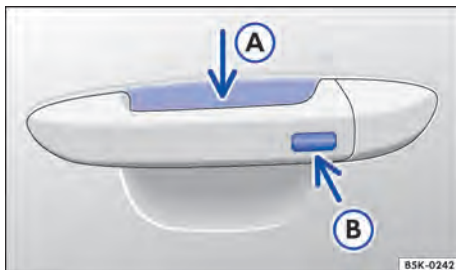

Fig. 52 Keyless Access: superfícies do sensor.
- Tocar o sensor → Fig. 52 A na parte interna da maçaneta da porta do condutor ou da porta do passageiro dianteiro.
- Tocar na superfície do sensor → Fig. 52 B na parte externa da maçaneta da porta do condutor ou da porta do passageiro dianteiro *uma vez*.
- Além disto, dentro de 5 segundos, tocar uma vez no sensor na parte externa da maçaneta da porta → Fig. 52 .
Para a **abertura de conforto** de todos os vidros elétricos empunhar a maçaneta da porta e manter pressionados, ao mesmo tempo, o sensor da parte interna da maçaneta → Fig. 52  e a superfície do sensor .
Para o **fechamento de conforto** de todos os vidros elétricos manter um dedo durante alguns segundos sobre a superfície do sensor → Fig. 52  no lado externo da maçaneta da porta do condutor ou do passageiro dianteiro.
Um forte jato de água ou de vapor pode ativar as superfícies dos sensores nas maçanetas se, ao mesmo tempo, uma chave do veículo válida estiver na área de aproximação. Se no mínimo um vidro estiver aberto e a superfície do sensor → Fig. 52  em uma maçaneta da porta for ativada permanentemente, todos os vidros serão fechados. Se o jato de água ou de vapor se afastar brevemente da superfície do sensor → Fig. 52  de uma maçaneta da porta e voltar a ser direcionado para ela, possivelmente todos os vidros se abrirão.